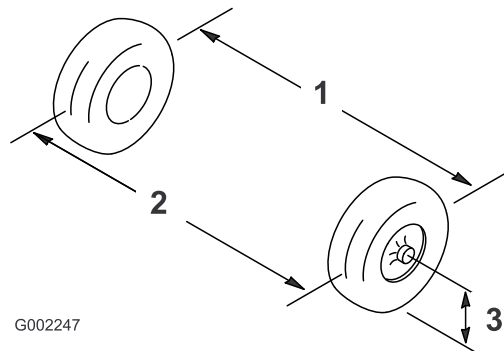

Figura 88
2. Meça a distância entre os pneus dianteiros à altura do eixo na zona dianteira e traseira dos pneus dianteiros (Figura 88).